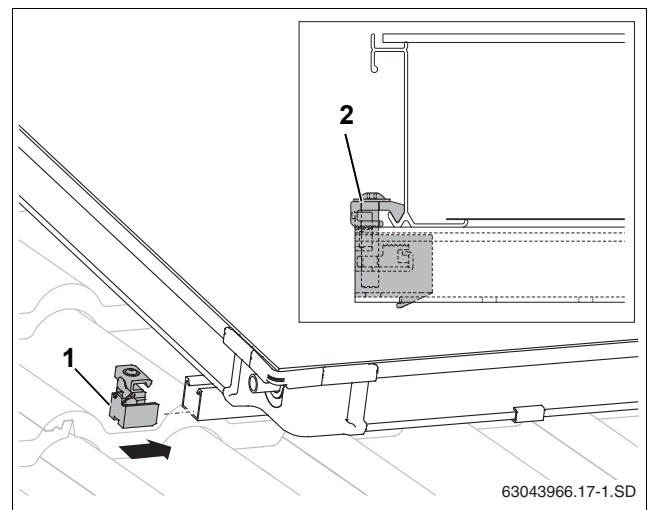

Рис. 49 Односторонний зажим коллектора слева
- ▶ Задвиньте односторонние зажимы (рис. 49, [1]) в верхнюю и нижнюю профильные шины.
- ▶ Придвиньте зажимы к раме коллектора и затяните ключом SW 5 (рис. 49, [2]).